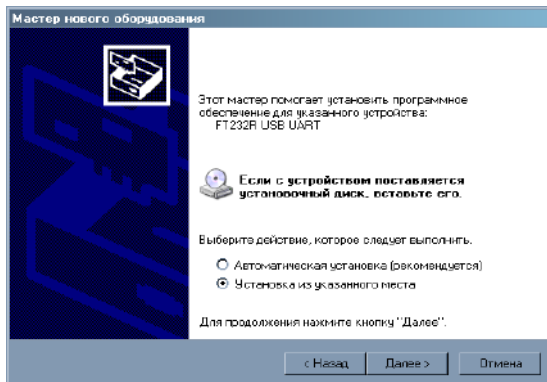

Рисунок 2
2.3.1.4 В окне запрос на установку программного обеспечения для **FT232R USB UART** (рисунок 2) окне следует выбрать «Установка из указанного места» и нажать кнопку «Далее».